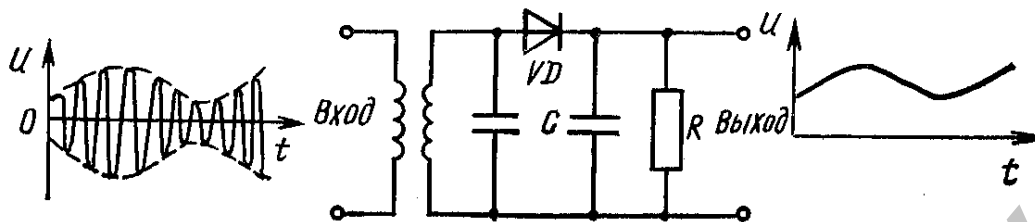

Рис. 1. Амплитудный детектор.
В диодных детекторах может быть последовательное и параллельное включение диода и нагрузки по отношению к источнику сигнала. Наиболее простым является последовательный амплитудный детектор (рис.1).
Рассмотрим работу линейного детектора (рис.1). На вход детектора подается АМ сигнал достаточно большой амплитуды. На выходе детектора будут наблюдаться ВЧ импульсы тока со сложным спектральным составом. Нахождение тока через диод существенно влияет на включение параллельно сопротивлению нагрузки R_H конденсатора C . При прохождении тока через диод, конденсатор C заряжается до напряжения $U_C = U_{вхm}$. Зарядка конденсатора прекращается, когда напряжение $U_{вх}$ становится меньше напряжения на конденсаторе U_C . Конденсатор разряжается через сопротивление по закону $U_C = U_C e^{-\frac{t}{\tau}}$.
- 1) Собрать схему последовательного детектора (рис. 1).